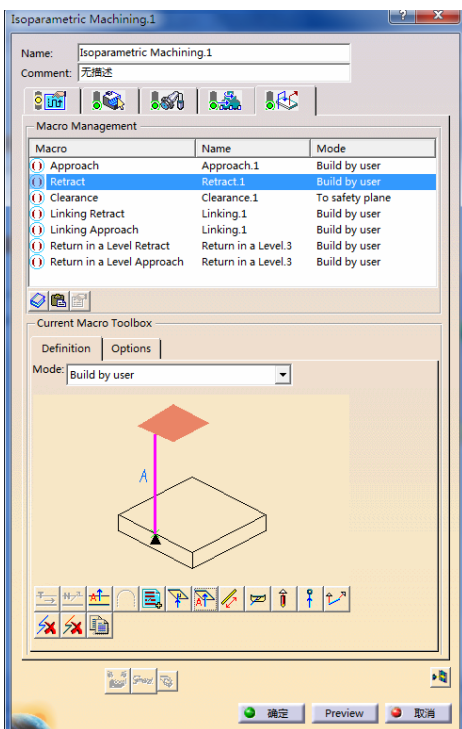

图 4-108 设置“Retract”参数(4)
- 在“Macro Management”区域的列表框中选择“Retract”, 单击鼠标右键, 在弹出的快捷菜单中选择 Activate 命令, 在“mode”下拉列表中选择“Build by user”, 依次单击按钮和按钮, 设置“Retract”参数(4)如图 4-108 所示。